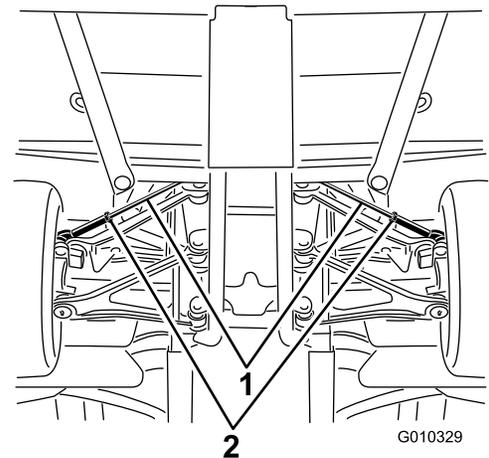

Figura 60
- A. Desaperte a porca de bloqueio no centro da barra de direcção (Figura 60).